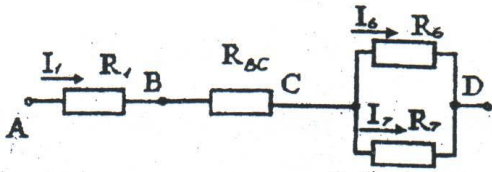

Рисунок 8 - Электрическая схема
Теперь схема цепи примет вид, приведенный на рис. 8.
10. На рис. 8 видно, что на участке ВС верхняя ветвь представляет собой последовательное соединение резисторов  $R_2$  и  $R_{34}$  поэтому  $I_{2-4} = I_2 = I_{34} = 2$  (см. первое свойство данного вида соединения).